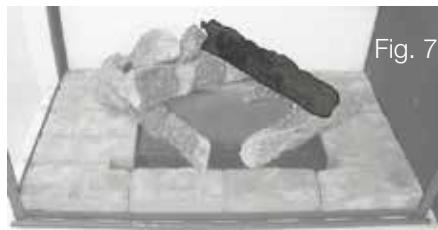

Fig. 8
9. Placez bûche #8 sur la base de protection, il devrait se reposer sur la retrait du bûche #6 (**Fig.8**).